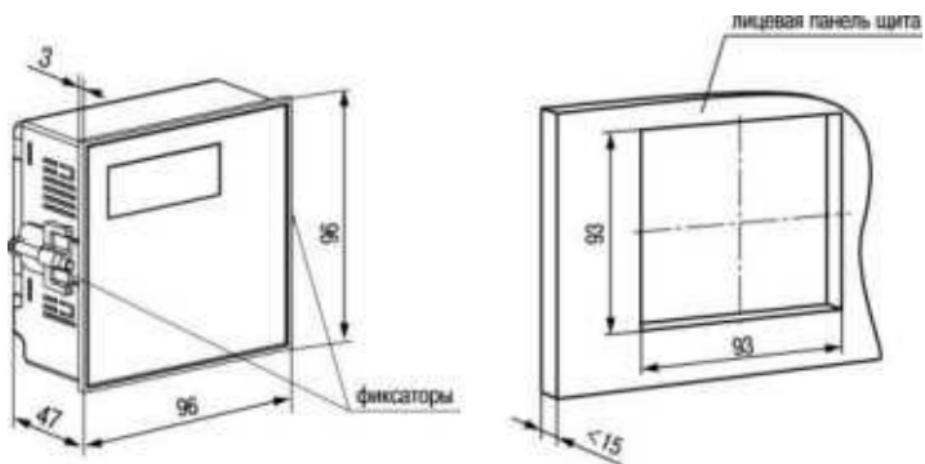

Рисунок 4.4 – Габаритные размеры корпуса Щ11
1. Подготовить на щите управления место для установки прибора (см. рисунок 4.4).